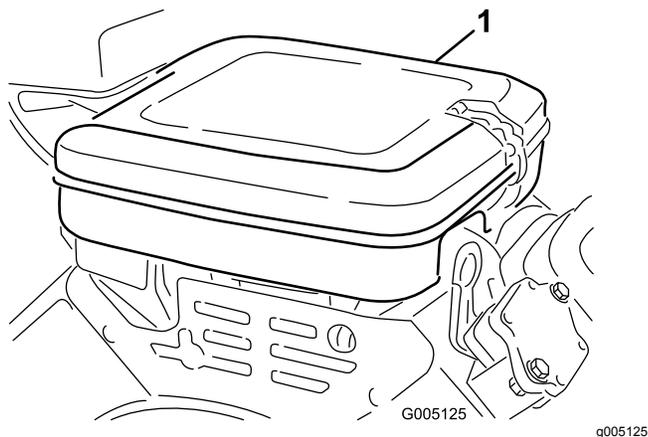

Figura 40
1. Pulite il coperchio del filtro dell'aria (Figura 40).